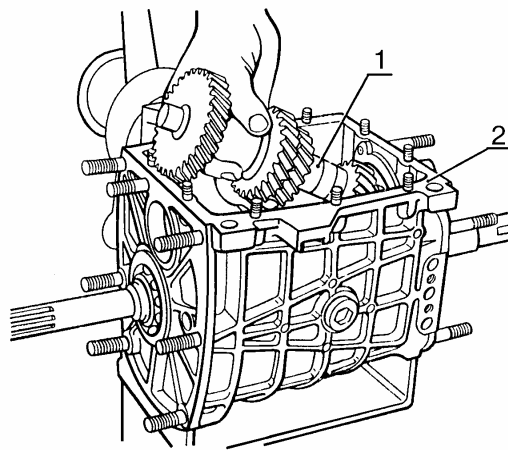

Рис.24. Извлечение промежуточного вала из картера КП:
- извлечь из картера КП блок шестерен промежуточного вала, как показано на рис.24.